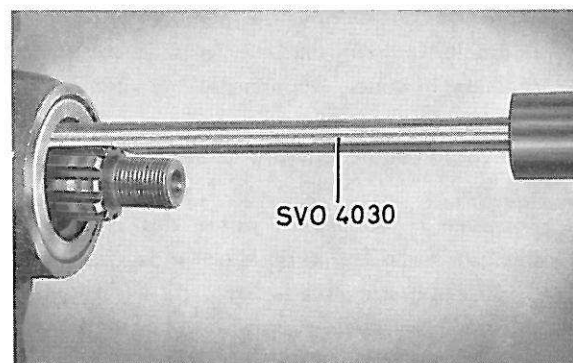
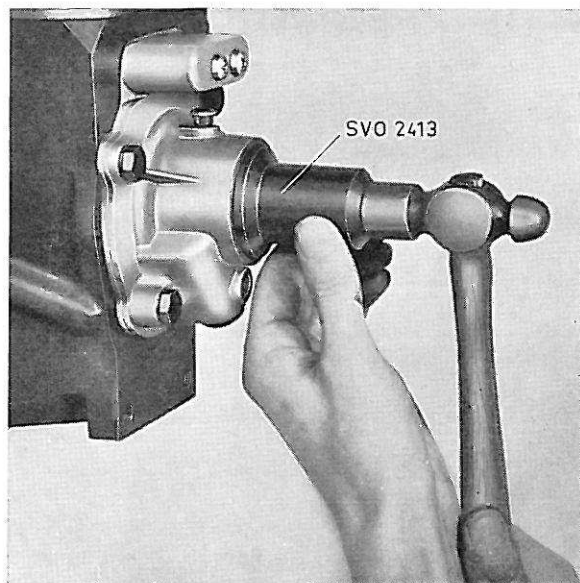

Figure 17. Démontage de la bague d'étanchéité
Figure 18. Montage de la bague d'étanchéité
3. Extraire l'ancienne bague d'étanchéité en se servant de l'extracteur SVO 4030, voir figure 17. Monter la nouvelle bague d'étanchéité à l'aide de la douille SVO 2413, voir figure 18.